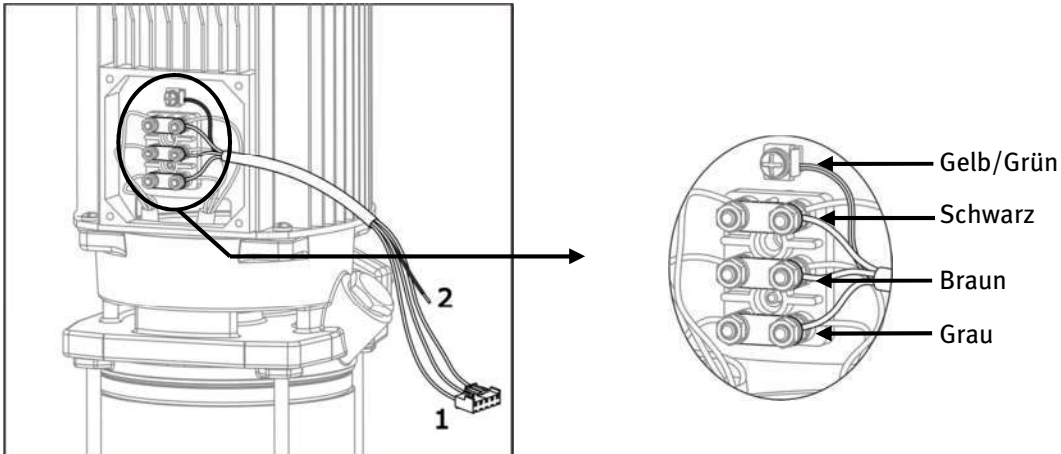

Abb. 1
3.2.1) Speedrive mit Einphaseneingang (Abb. 1):